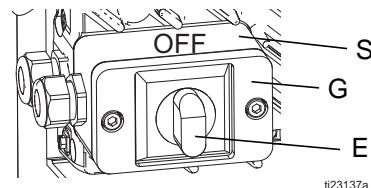

图 2：电源开关
2. 将导线连接到设备上，并拆卸两颗螺丝，将接线盒盖 (G) 和电源开关 (E) 与喷涂机其他部分分开。参见图 2。
参见图 2 第 5 页。